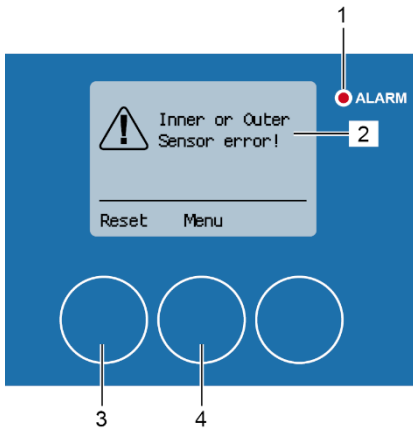

Abbildung 189: Alarm innerer oder äußerer Sensor
Die Alarmmeldung "Innerer oder äußerer Sensorfehler!" (Abbildung 189/2) erscheint während des Reinigungsprozesses sollte ein Problem mit dem inneren und/oder äußeren Annäherungssensor vorliegen. Die rote Alarm-LED (Abbildung 189/1) leuchtet auf.
2. Setzen Sie die Alarmmeldung mit [Zurücksetzen] (Abbildung 189/3) zurück.
Falls die Alarmmeldung zurückgesetzt wird, ohne den Fehler zu beheben, erscheint die Alarmmeldung erneut. Das Menü „1 Hauptmenü“ kann über [Menü] (Abbildung 189/4) aufgerufen werden, um z.B. den Signalzustand der Annäherungssensoren zu überprüfen ☞ Kapitel auf Seite 106.